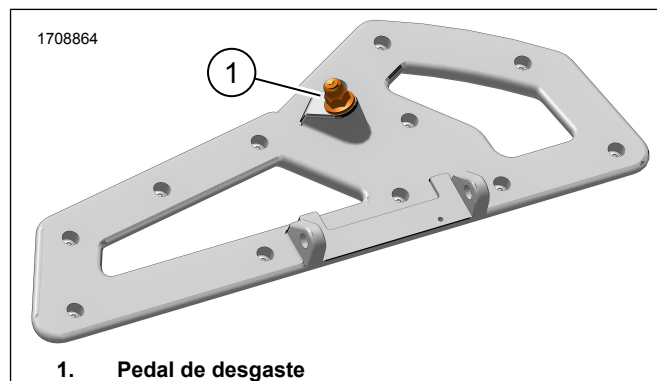

Figura 3. Pino de desgaste do estribo (típico)
1. Figura 3 Remova o pino de desgaste existente (1) do estribo.
2. Aplique 2 ou 3 gotas de trava-rosca às roscas do **novo** pino de desgaste (1) e instale-o.